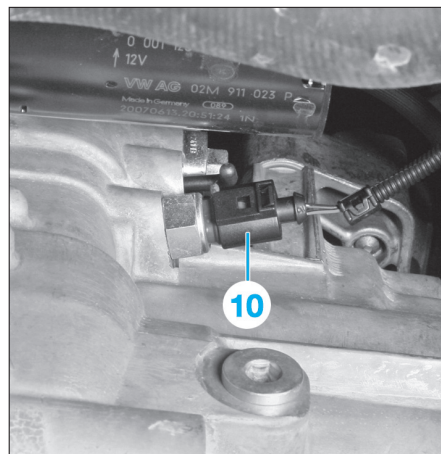

Fig. 5
- Débrancher le connecteur (9) du corps des motoventilateurs, déposer ses deux vis inférieures puis déposer le déflecteur des motoventilateurs.
- Débrancher le connecteur (10) du contacteur de feu de recul (Fig.5).